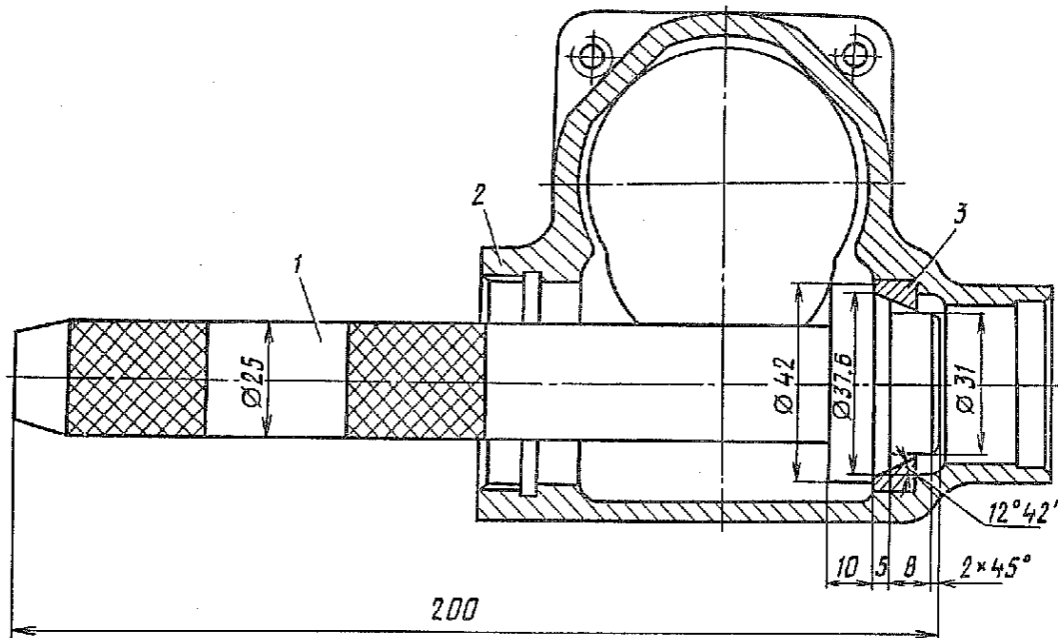

Рис. 191. Запрессовка наружного кольца подшипника червяка рулевого управления:
3.8. Запрессовать в картер 2 (рис. 191) наружное кольцо 3 подшипника (оправка, молоток 500 г).